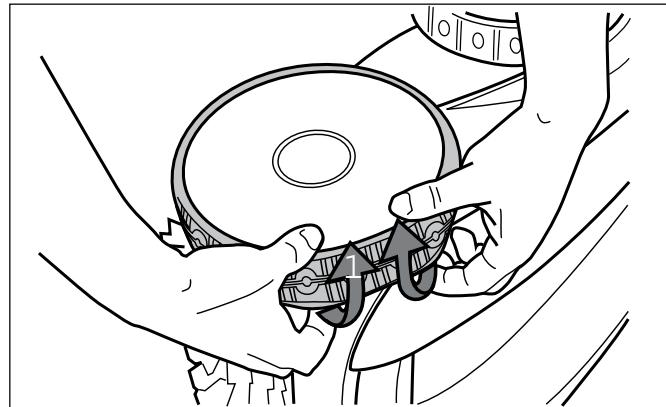

Figure 35. Démonter le pneu usé de la roue
1. Tirer sur l'intérieur du pneu usé pour dégager le pourtour du pneu de la roue (Figure 35).